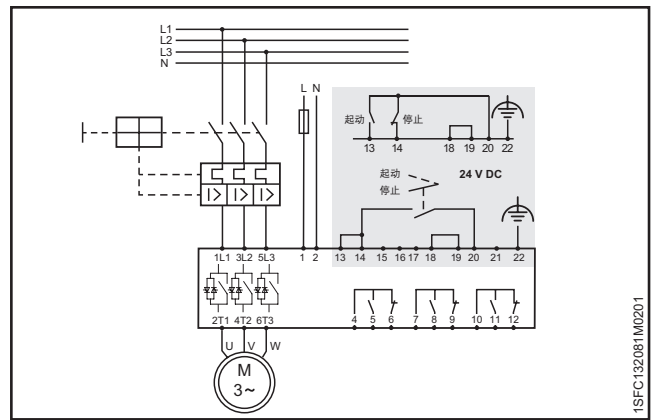

图 2.6
- 连接端子 4、5、6、7、8、9、10、11 和 12 以使用信号输出继电器。这些零电势触点可用的最大额定负载为 250 V AC, 1.5 A AC-15 和 30 V DC, 5 A DC-12。请参见图 2.6。